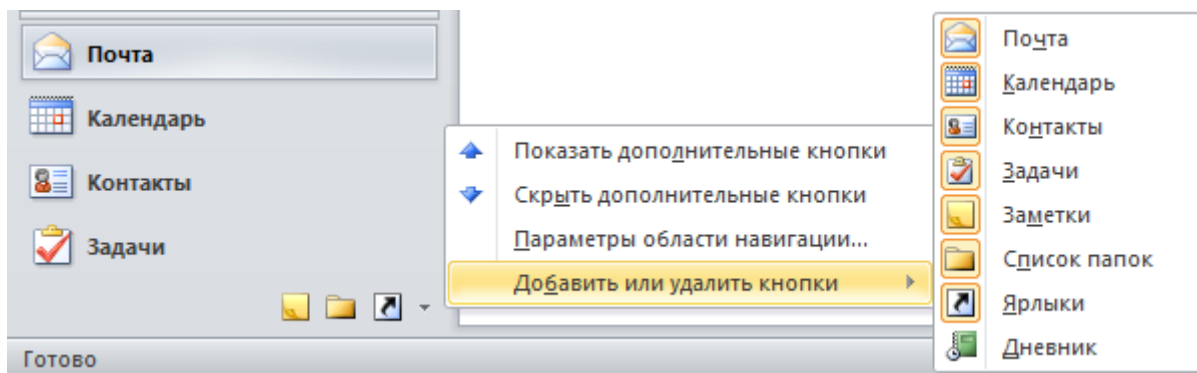

Рис. 3.2. Меню настроек кнопки области переходов
3. Порядок расположения ярлыков в области переходов можно изменить. Расположите ярлыки так, как показано на рис. 3.2.: